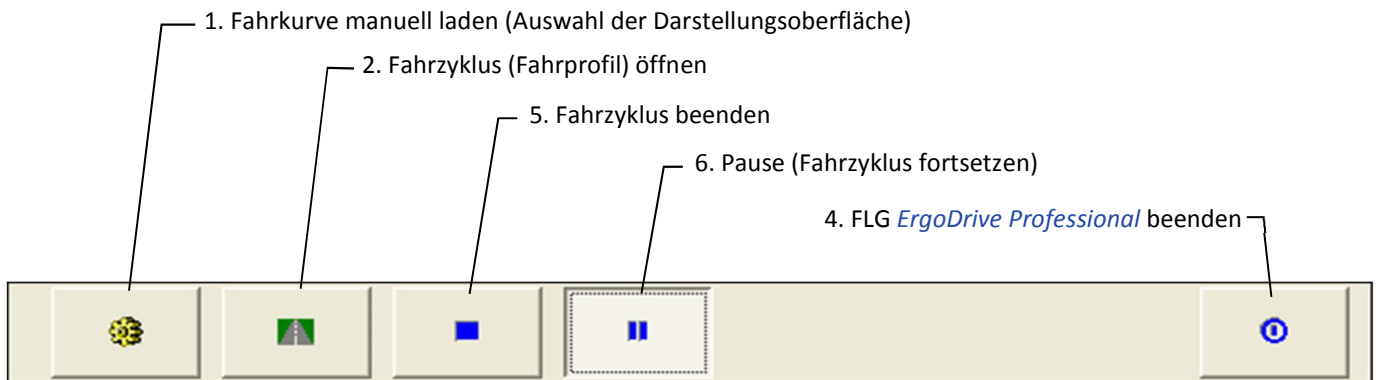

Abbildung 12: Bedienleiste des FLG nach Start eines Fahrzyklus
6.  **Pause:** Der Zyklus wird mit Hilfe dieser Taste unterbrochen. Das Symbol der Schaltfläche erscheint „gedrückt“ (Abbildung 12), auf der FLG-Oberfläche erscheint die Meldung „Pause“. Das Mitprotokollieren der Messwerte (loggen, optional) läuft im Pausenmodus weiter, allerdings werden nur Werte mit den dazugehörigen Stützstellen protokolliert, die sich während des Pausenmodus ändern.